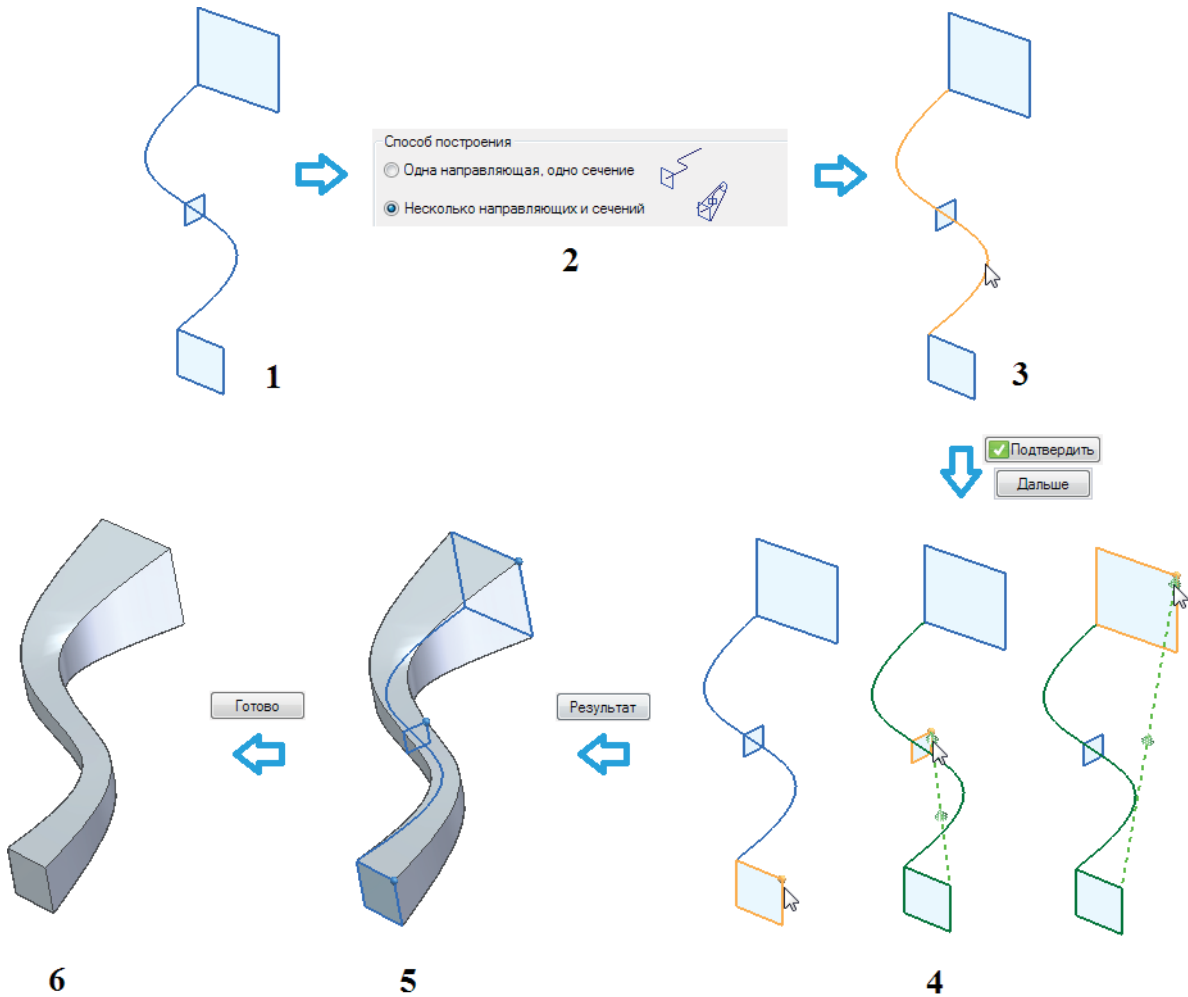

Рис. 2.3.25. Пример построения выступа по одной направляющей через несколько сечений
Протягивание по трассе выступа через несколько сечений показано на рис. 2.3.25. Отличие от предыдущего построения заключается в выборе параметра **Несколько направляющих и сечений** (2), принудительном переходе к заданию сечений с помощью кнопки **Дальше** и задании нескольких сечений со своими начальными точками (4).